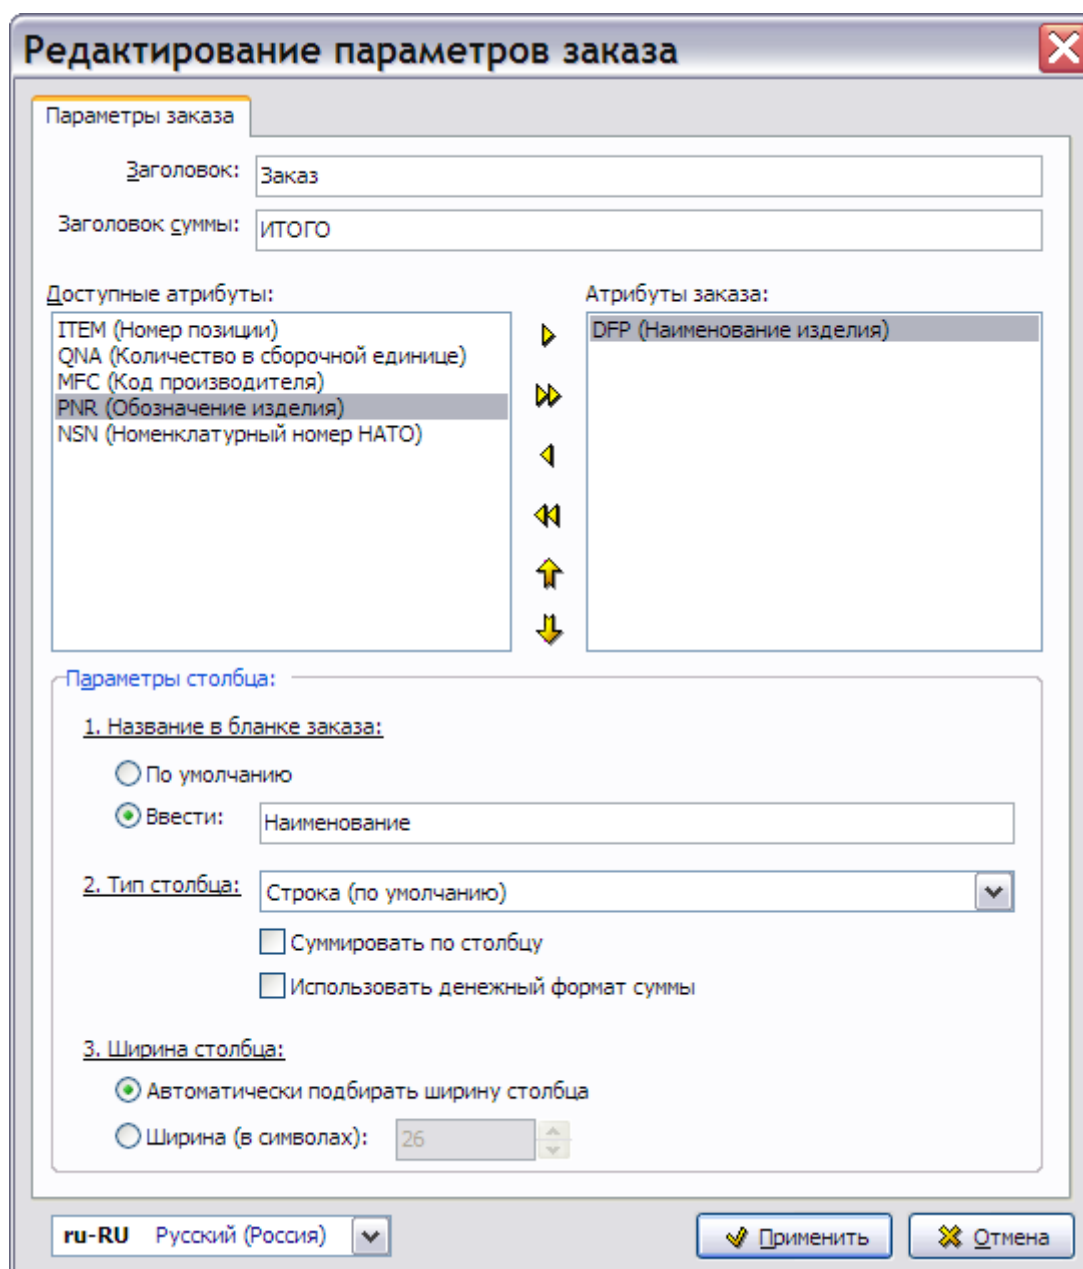

Рис. 3.38
5. В окне **Атрибуты заказа** выделите атрибут **DFP (Наименование изделия)**. При этом в разделе **Параметры столбца** станут активными параметры **По умолчанию** и **Ввести** в пункте **1. Название в бланке заказа** (Рис. 3.38).